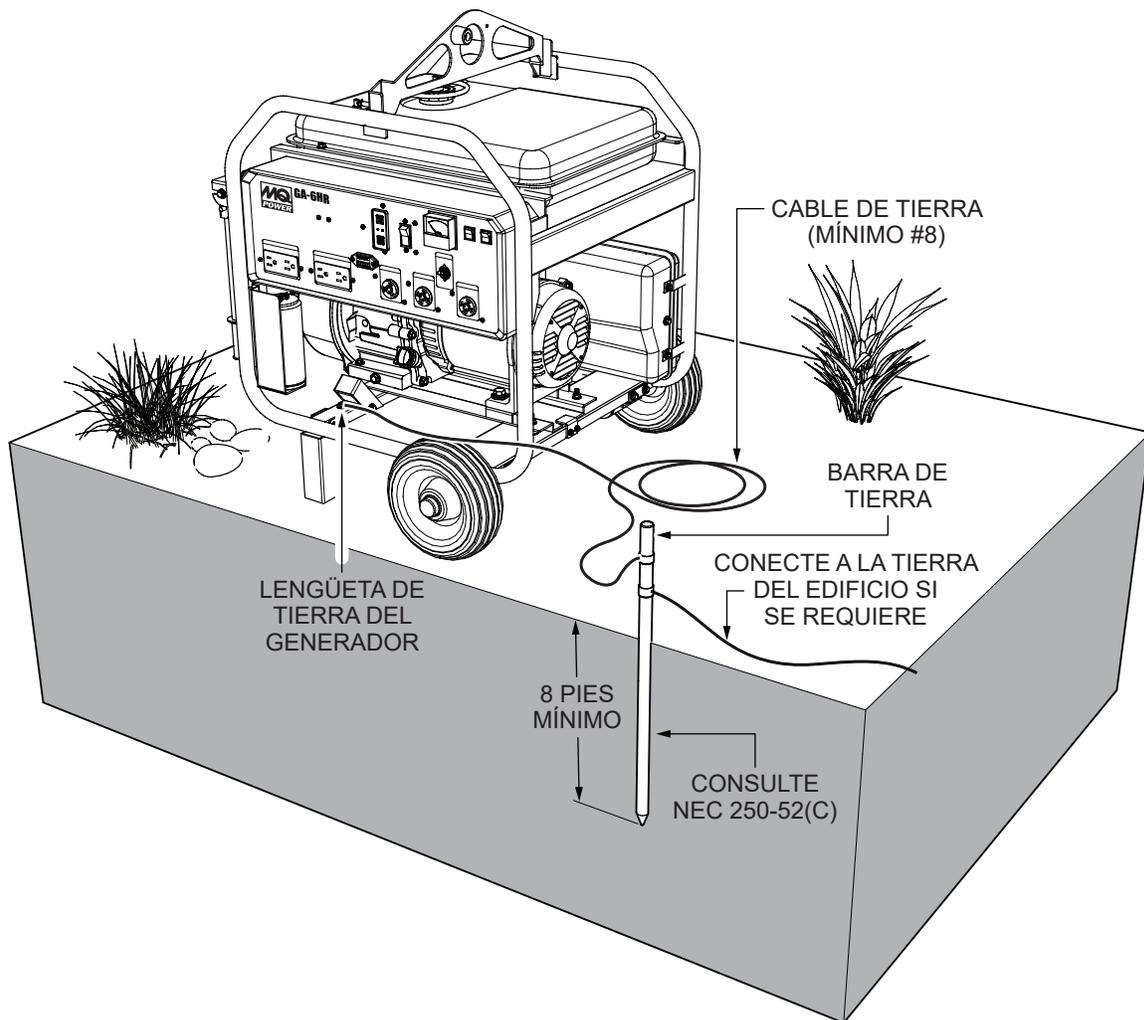

Figura 3. Conexión a tierra del generador
En el generador, conecte el terminal del cable de tierra entre la arandela de seguridad y la tuerca (Figura 3) y ajuste bien la tuerca. Conecte el otro extremo del cable de tierra a una barra de tierra adecuada.
2. Para conectar el generador a tierra (Figura 3), conecte el cable de tierra entre la arandela de seguridad y la tuerca y ajuste bien la tuerca. Conecte el otro extremo del cable a tierra.